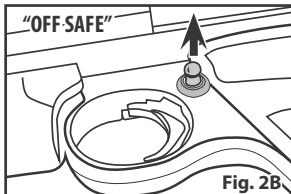

Fig. 2B
- Poussez la sûreté à partir de la droite et vers la gauche pour DÉGAGER la sûreté jusqu'à ce que vous entendiez un clic distinct. (Fig. 2B)